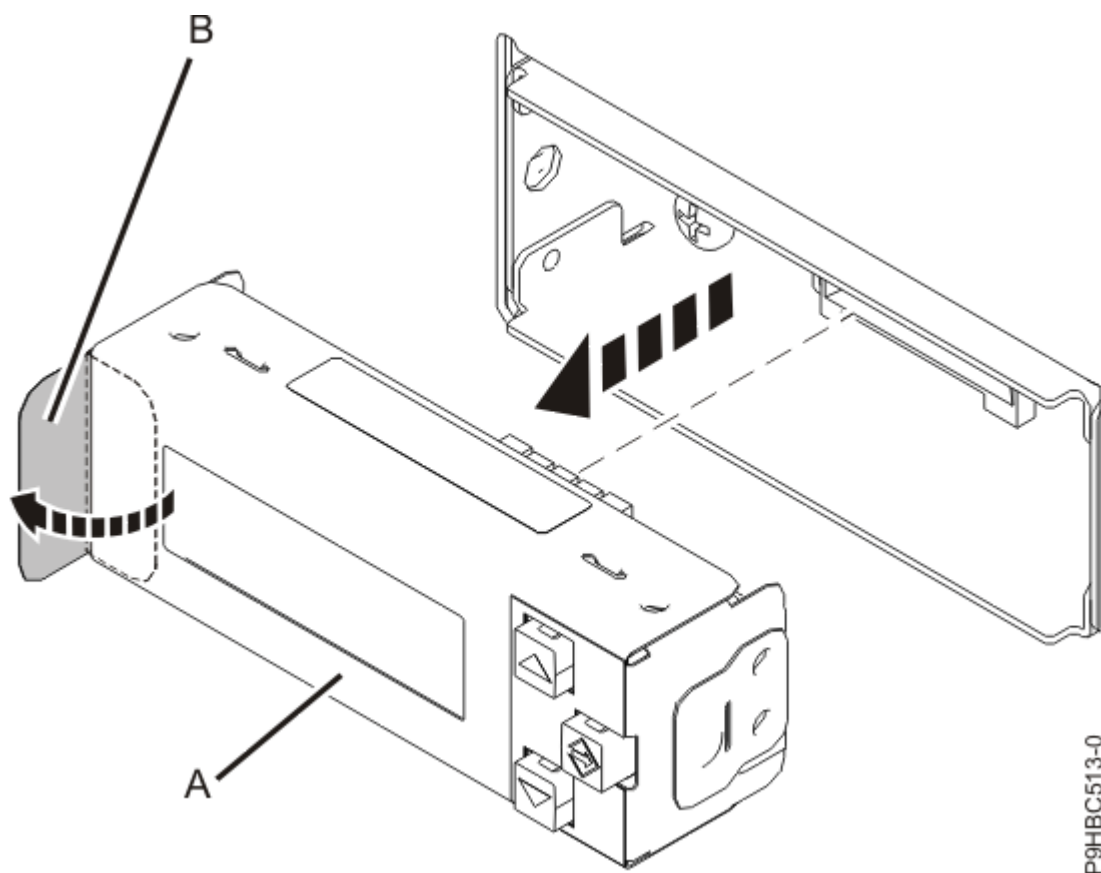

Figure 42. Retrait de l'écran du panneau de commande
2. Retirez l'écran du panneau de commande **(A)** en tirant le levier **(B)**, comme illustré à la Figure 42, à la page 44.